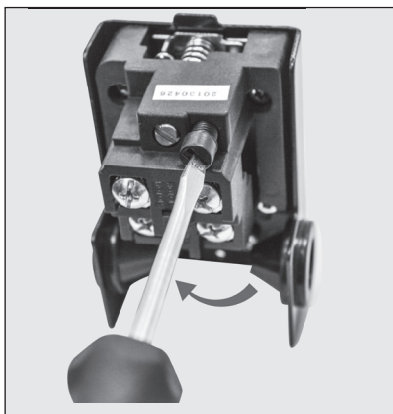

Figura 17 - Regulagem da pressão de abertura
2. Aumentando ou diminuindo somente a pressão de abertura (desliga), (figura 17).
- Para AUMENTAR a pressão de abertura (desliga), SEM ALTERAR a pressão de fechamento (liga) gire o parafuso plástico no sentido horário, (figura 17).